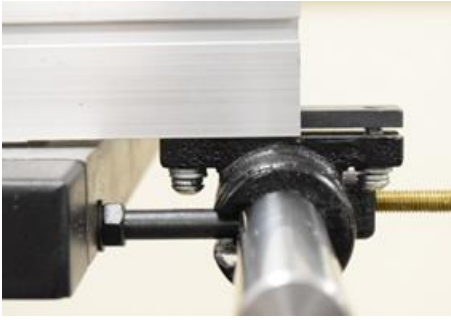
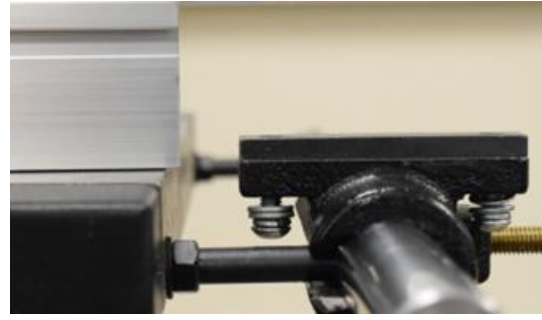

Abb. 33
Abb. 34
2. Schieben Sie den Anschlag von der Platte und nehmen Sie ihn vom Halterungsgelenk ab. (Abb. 33, Abb. 34)